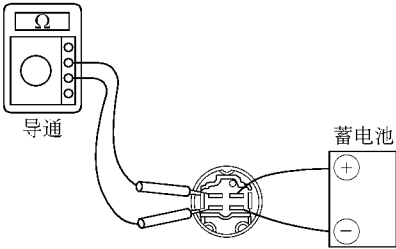

图 2-125 检查继电器的动作情况
(2) 检查继电器的动作情况。在端子 1 和 3 之间加上蓄电池的电压，检查端子 2 和 4 之间是导通，如图 2-125 所示。